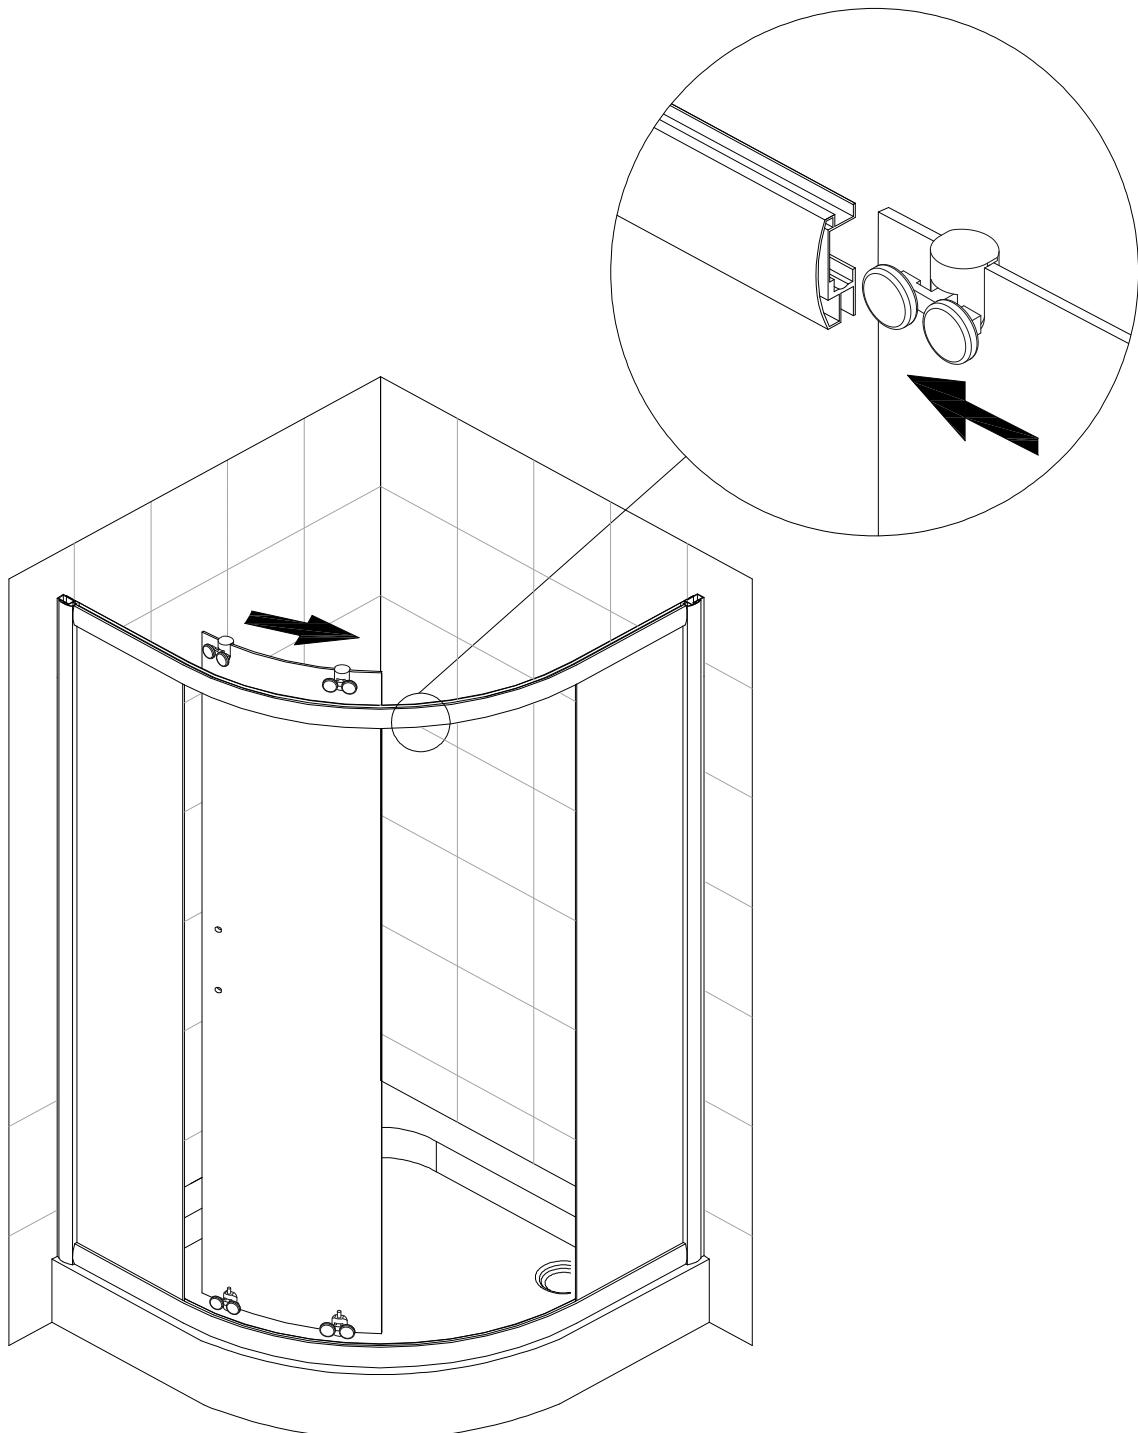

Fig. 7
As Fig. 7
7) Agganciare sul profilo montante le 2 porte scorrevoli con i carrelli superiori ed inferiori montati. Vedi Fig.7.